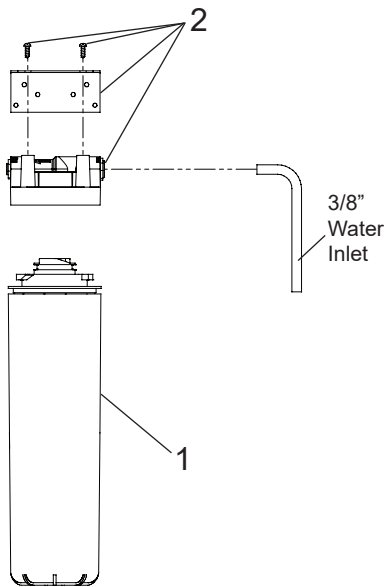

**FIG. 6 EZOOSTL8LC Model (LH & RH Cooler Units)
- Usando un desatornillador con punta pequeña, gire el tornillo de un lado a otro pequeña agujero entre la ver ventana. de ajuste de límites en el sentido de las manecillas del reloj para aumentar el límite y en sentido contrario de las manecillas del reloj para reducir el límite (Vea Fig. 6).
- A l'aide d'un petit tournevis à pointe, effectuez une rotation de la vis de réglage à travers la petite trou entre voir fenêtre dans le sens des aiguilles d'une montre afin d'augmenter la portée, et dans le sens inverse pour la diminuer. (Voir Fig. 6).
To remove the bubbler, first disconnect the power supply. The underside of the bubbler can be reached through the access panel (Item 16, Page 2) on the underside of the upper shroud (Item 8, Fig. 6 and 7). Remove the access panel by removing the retaining screw. To remove the bubbler, loosen locknut (See Fig. 8) from the underside of the bubbler and remove the tubing from the quick connect fitting per the Operation Of Quick Connect Fittings section in the General Instructions. After servicing, replace the access panel and retaining screw.